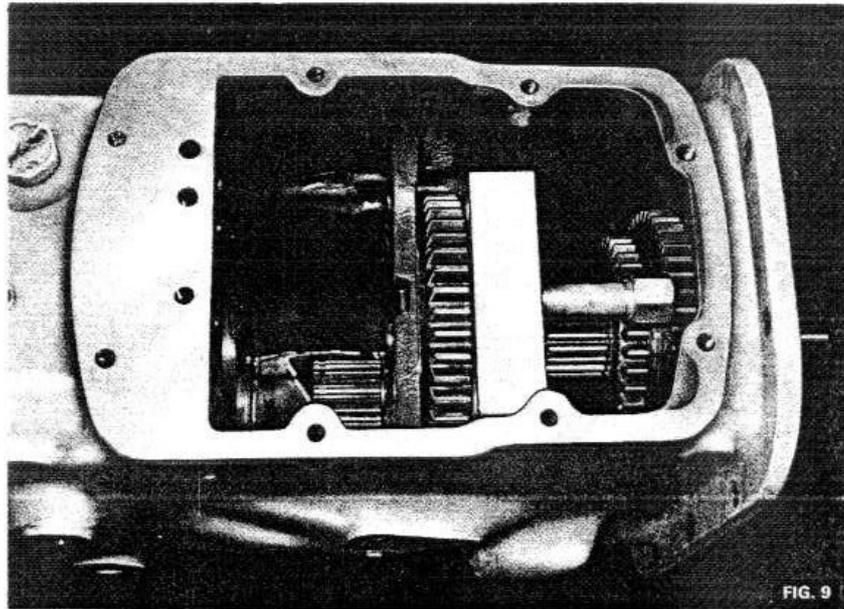

FIG. 9
- 2 - (figure 9) - Caler convenablement les pignons et chasser l'arbre du roulement (6).
- 3 - Retirer les pignons (4) et (5).
- 4 - Chasser le roulement (3) de l'arbre.